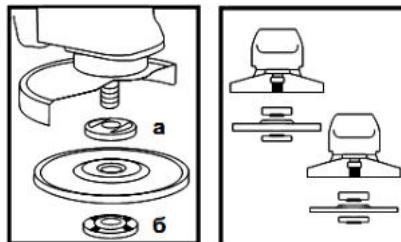

Рисунок 2
4.4 Встановіть на виріб шліфувальний або відрізний круг. Для цього натисніть на кнопку фіксації шпинделя (1) і поверніть його до такого положення, при якому він зафіксується. За допомогою вілочного ключа з комплекту виробу відверніть і зніміть затисну гайку (б) (дивіться рисунок 2). Встановіть шліфувальний диск на посадкове місце фланцевої шайби (а) (рисунок 2), наживіть рукою затисну гайку на шпиндель і затягніть її ключем з комплекту пристладу.